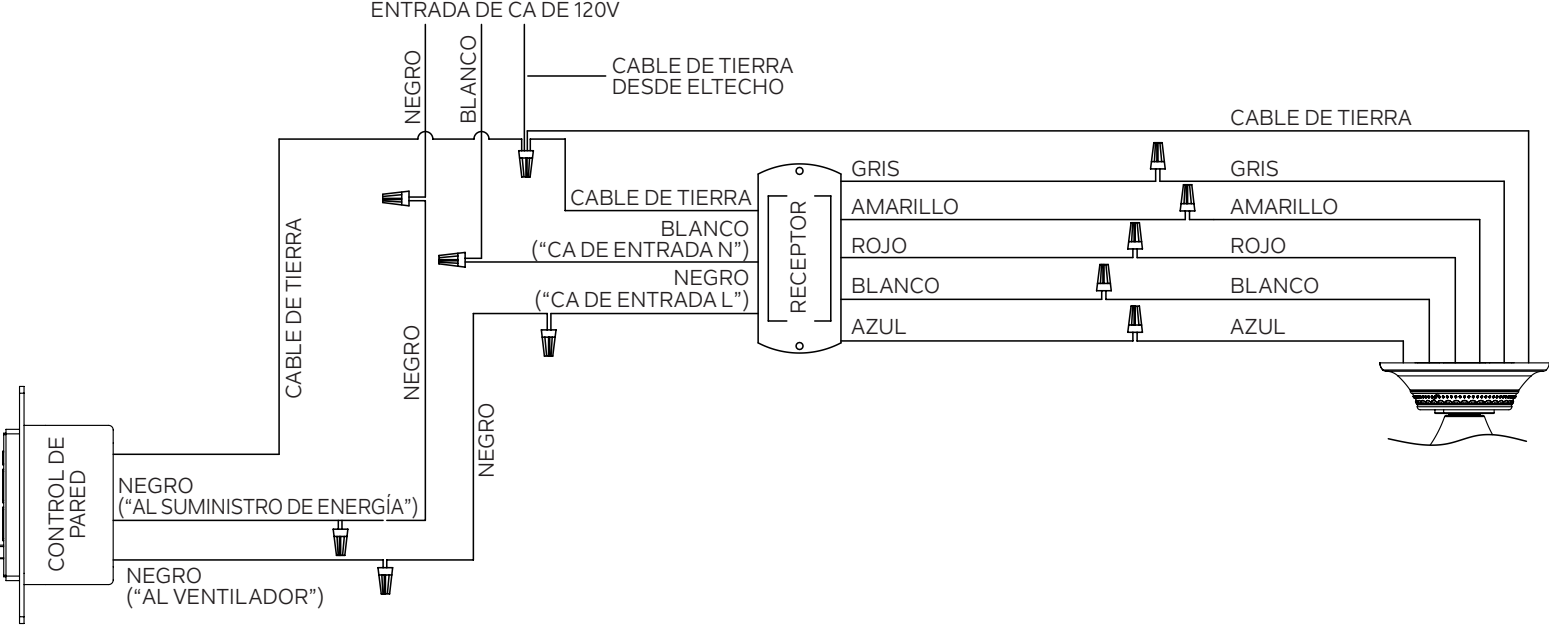

Figura 14
Paso 2. Conecte los cables utilizando los conectores como se muestra en el DIAGRAMA DE CABLES. (Figura 14)